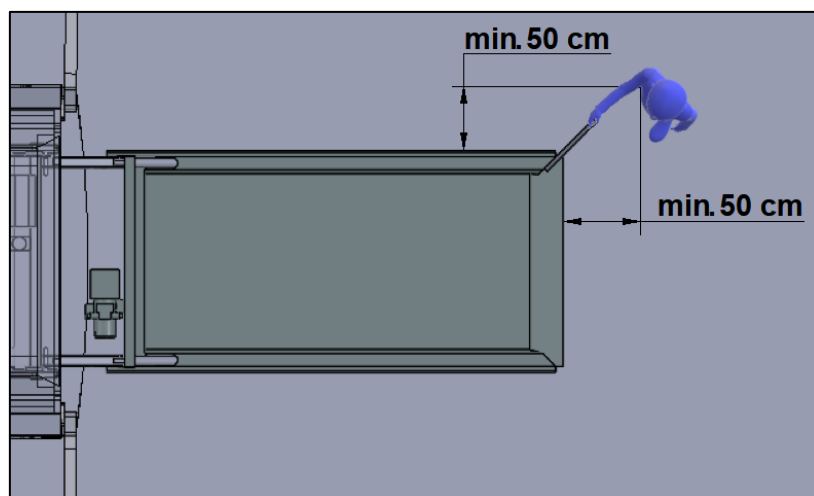

Abbildung 5: Mindestabstand von 50 cm zur Hubladeplattform.
- Im Betrieb besteht an mehreren Stellen Quetschgefahr, da sich bewegende Teile feststehenden Teilen annähern – Halten sie einen entsprechenden Sicherheitsabstand zur Hubladeplattform (siehe Abbildung 5).
Während des Automatikbetriebes besteht erhöhte Quetschgefahr, im Speziellen beim ebenerdigen Absetzen der Hubladeplattform. Achten sie darauf, dass der Bedienhebel mit ausgestrecktem Arm bedient wird, sodass ein Sicherheitsabstand von min. 50 cm zur Hubladeplattform eingehalten werden kann (siehe Abbildung 5).